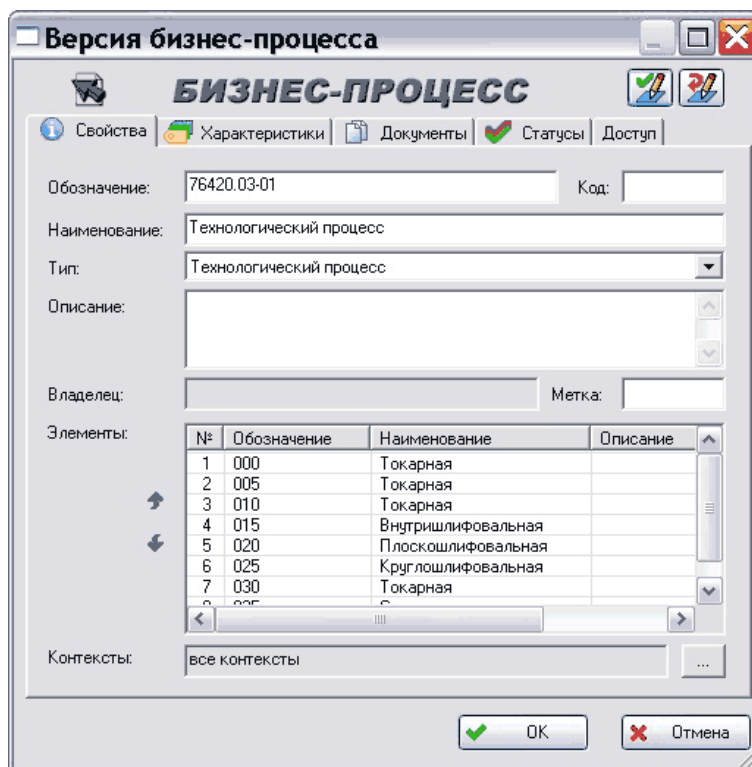

Рис. 187
- В появившемся окне **Версия бизнес-процесса** (Рис. 187) перейдите в список **Элементы**, выделите требуемый подпроцесс и при помощи кнопок  и  измените его положение в последовательности.
- Открыть окно свойств бизнес-процесса. В списке **Элементы** отображаются описания всех подпроцессов (Рис. 187). Для открытия окна свойств соответствующего подпроцесса дважды щелкните по нему мышкой.